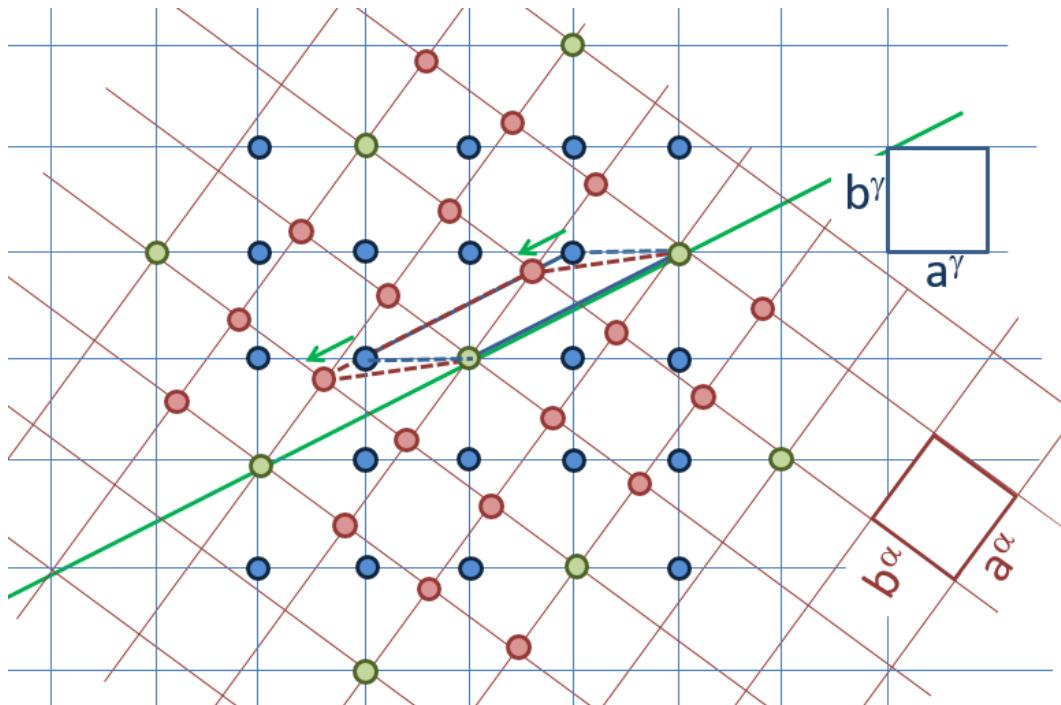

Figure 3.
Considérons le problème 2D de maclage par déformation dans lequel un réseau carré bleu (noté  $\gamma$ ) est transformé par cisaillement simple en un réseau carré de même taille rouge (noté  $\alpha$ ) comme indiqué par les flèches vertes sur la figure 3. Les deux réseaux  $\gamma$  et  $\alpha$  sont tels qu'il existe un réseau commun marqué par les points en vert.
4. Indiquer sur la figure 3 la trajectoire des atomes du réseau  $\gamma$  vers le réseau  $\alpha$  sur les deux plans  $(h,k)$  parallèles au plan de cisaillement en vert au-dessus et en dessous de ce plan. La trajectoire des atomes sur le 1er plan au-dessus sont celles déjà marquées par les flèches vertes. Quelle est la matrice de correspondance  $C^{\alpha \rightarrow \gamma}$ ?